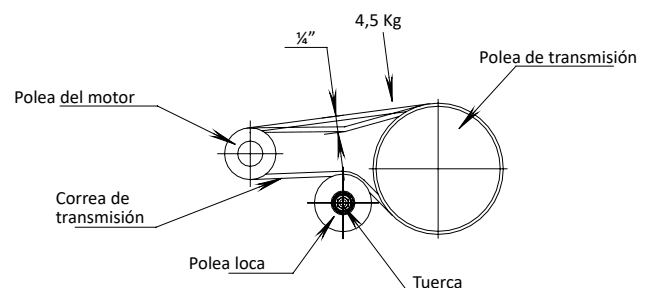

FIG 10.
- La correa de transmisión está en el lado inferior de la soldadura del bastidor del motor. Ajuste la correa de modo que la correa se mueva 0,6 cm con 4,5 kg de presión; ajuste la tensión moviendo la polea tensora de la transmisión, luego apriete todas las tuercas (ver FIG 10)